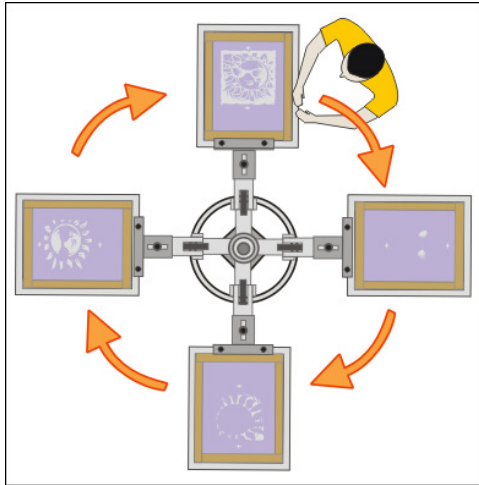

Imagen 352\_09
**11-** Colocar la matriz del 4º color en la 4ª prensa y se calza con la imagen de la 1ª paleta (Imagen 352\_09)